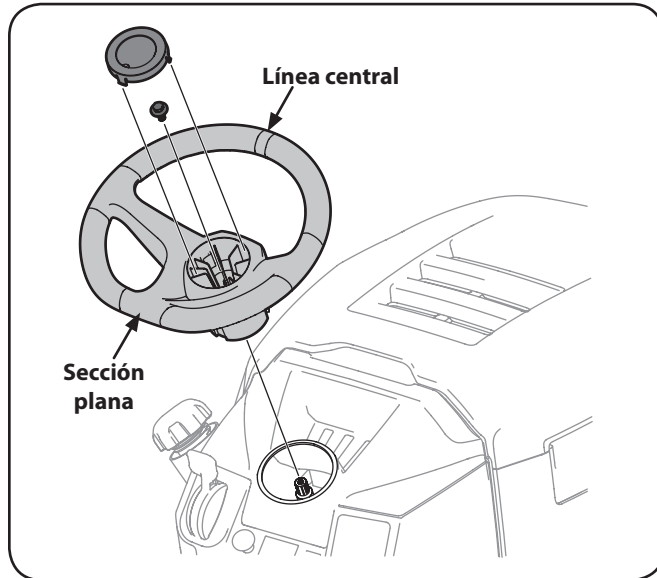

Figura 3-6
1. Con las ruedas del tractor apuntando recto hacia adelante, alinee el volante usando la línea central de la parte delantera del volante que apunta hacia adelante y la sección plana del volante orientada hacia el asiento, coloque el volante sobre el árbol de la dirección. Consulte Figura 3-6.